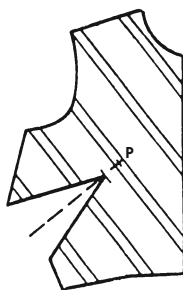

Рис. 503
4. Измените чертеж вытачки так, чтобы она располагалась по обе стороны от этой линии. Укоротите ее, исправьте линию бокового среза (см. рис. 503).